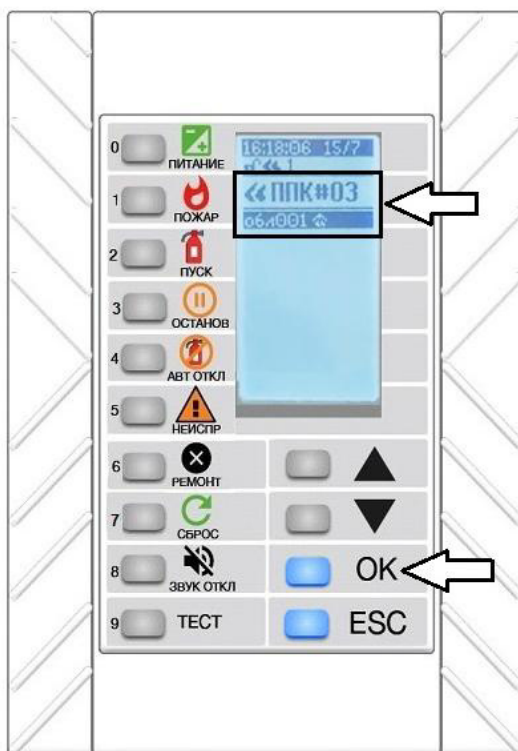

Рисунок 20
2. Выбрать ППК-Р, в котором произошло событие, и нажать кнопку «**ОК**». После этого откроется страница выбранного ППК-Р со списком заданных в нем областей (рисунок 20).